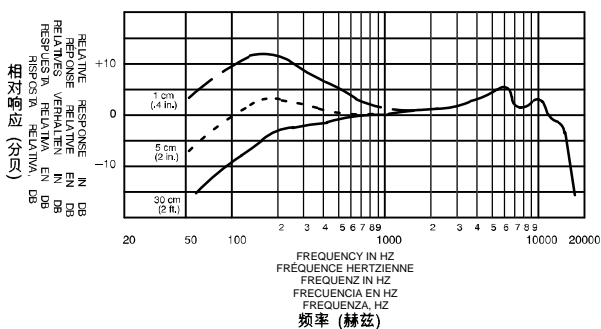

FIGURE 2 • ABBILDUNG 2 • FIGURA 2
De 85 à 14 000 Hz (voir Figure 2)
5. Nahe am Mikrofon arbeiten, um zusätzliches Baßverhalten zu erzielen (siehe Abbildung 2). Dieses Phänomen ist als Naheffekt bekannt und kann zur Erreichung eines volleren Tons verwendet werden, vor allem für Gesangsstimmen bei leisen Passagen, bei denen zusätzliche Hervorhebung benötigt wird. Für Instrumente kann der Naheffekt dazu eingesetzt werden, um die Baßausgabe zu verändern, ohne die Klangregler zu verwenden.
85. . .14 000 Hz (siehe Abbildung 2)